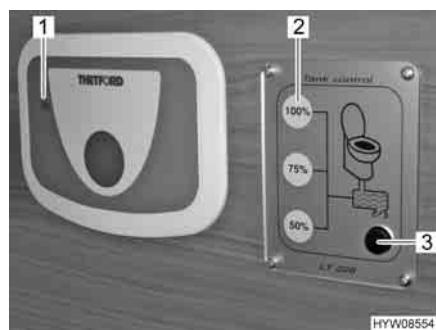

Fig. 161 Pannello di controllo per serbatoio fiscale aggiuntivo
Quando il serbatoio fiscale della toilette è pieno e la spia di controllo (Fig. 161,1) accanto al pulsante dello sciacquone si accende, grazie ad una pompa elettrica si può svuotare il contenuto del serbatoio fiscale in un altro serbatoio fiscale aggiuntivo.
- Premere e tenere premuto il tasto (Fig. 161,3) per la pompa.
- Quando l'indicatore di livello (Fig. 161,2) del serbatoio fiscale aggiuntivo visualizza 100 %, rilasciare il tasto. Significa che il serbatoio fiscale aggiuntivo è pieno.